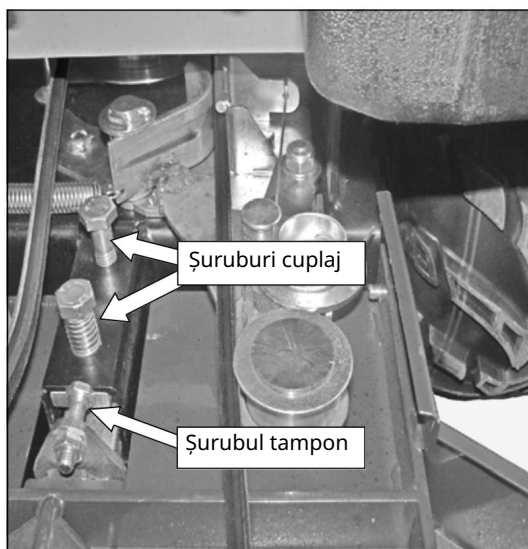

Fig. 21
- 2) Slăbiți șuruburile de la cuplaj (Fig. 21) de pe unitatea motoare cu jumătate de rotație. Șuruburile nu pot fi slăbite prea mult. Este necesar să deplasați liber dispozitivul înainte/înapoi.